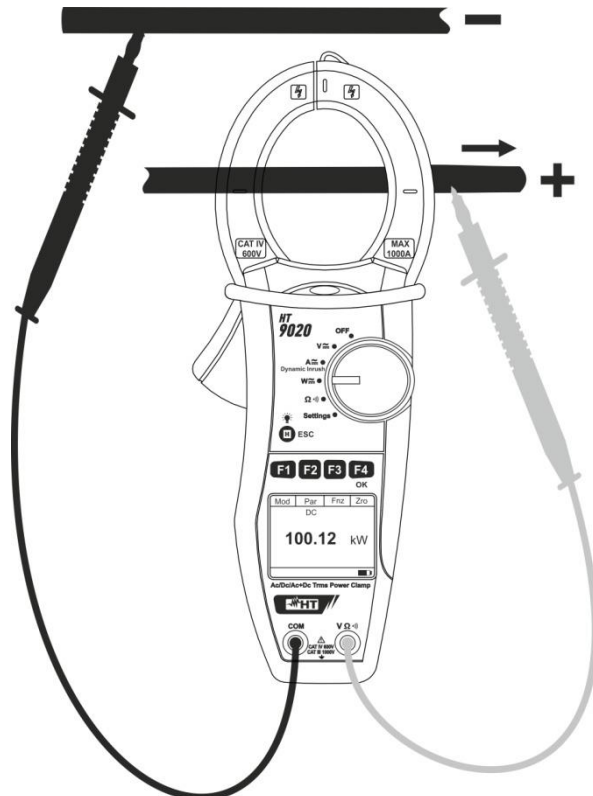

Fig. 11: Medição de potências/energias CC
5. Inserir o cabo vermelho no terminal de entrada **VΩ·))** e o cabo preto no terminal de entrada **COM**. Colocar a ponteira vermelha no pólo “+” e a ponteira preta no pólo “-” e inserir o cabo “+” no interior do toróide respeitando a direção da corrente indicada pela seta (ver Fig. 11). Inserir o cabo no interior do toróide no centro do mesmo para obter medições precisas. Utilizar as marcas existentes como referência (ver Fig. 2)
6. O valor da Potência CC é apresentado no display expresso em kW. Premir o botão **F2 (Par)**, selecionar com o mesmo botão a opção “**Tens/Corr**” para a leitura dos valores da tensão CC e corrente CC e confirmar com **F4 (OK)**. No display é apresentado o seguinte ecrã.